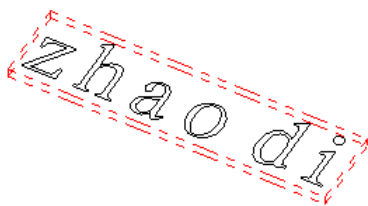

图 9.5.3 显示工件
Step5. 单击“机器群组属性”对话框中的 按钮，完成工件的设置。此时零件如图 9.5.3 所示，从图中可以观察到零件的边缘多了红色的双点画线，双点画线围成的图形即为工件。